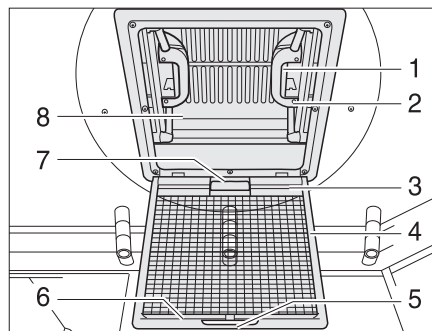

Fig. 85 Lanterneau à poussoirs
- Tirer sur la poignée (Fig. 85,5).
- Rabattre la moustiquaire (Fig. 85,4) vers le bas.
- Appuyer sur le verrou (Fig. 85,1) vers l'intérieur du lanterneau (Fig. 85,8). Pousser le lanterneau simultanément vers le haut par la poignée (Fig. 85,2).
- Faire basculer la moustiquaire (Fig. 85,4) vers le haut jusqu'à ce qu'elle s'enclenche.
- Tirer fortement le lanterneau (Fig. 85,8) vers le bas par les deux poignées (Fig. 85,2) jusqu'à ce que les deux verrous (Fig. 85,1) s'encliquettent.
- Tirer le store occultant par la poignée (Fig. 85,7) et accrocher la barre d'accrochage (Fig. 85,3) dans la barre de retenue (Fig. 85,6) de la moustiquaire.
- Détacher la barre d'accrochage (Fig. 85,3) de la barre de retenue (Fig. 85,6) et laisser revenir lentement le store occultant.